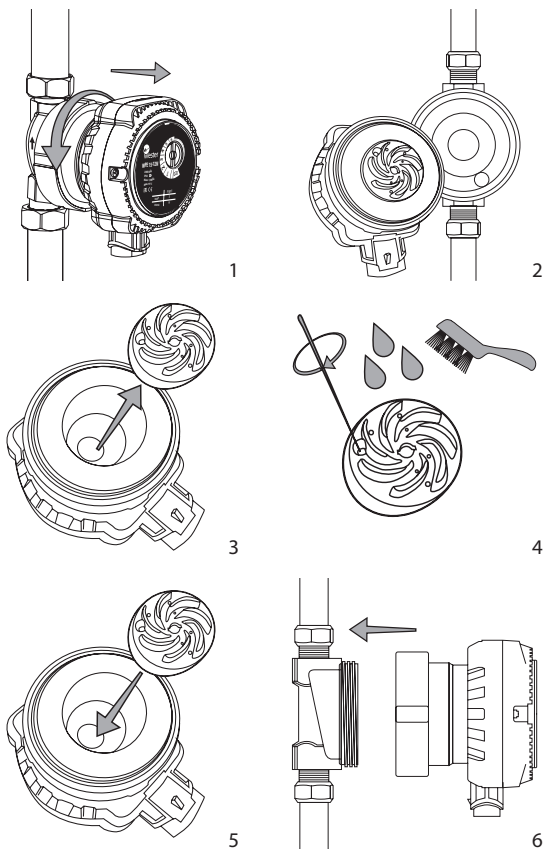

Рис.2
- При установке циркуляционного насоса в системе ГВС проводите чистку ротора от накипи в зависимости от жесткости воды, но не реже 1 раза год., как показано на рис. 2.